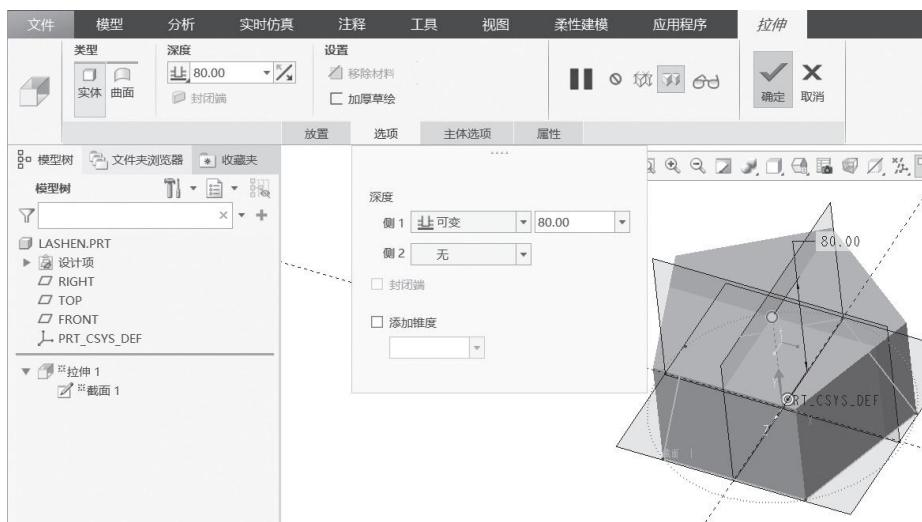

图 2-2-11 “拉伸特征”操控板
(5) 在“拉伸特征”操控板中，指定拉伸特征深度的方法为“盲孔”(此为默认设置)，输入“深度值”为 80.00，如图 2-2-11 所示，单击“确定”按钮。